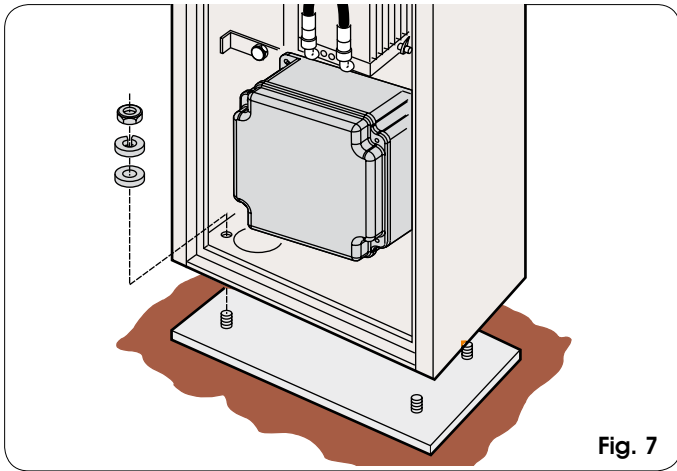

Fig. 7
- 1) Fije el montante a la placa de cimentación con las cuatro tuercas suministradas en dotación (fig.7) y compruebe la configuración de la barrera como se muestra en la figura 6. Considere que la portezuela del montante normalmente ha de estar dirigida hacia el interior de la propiedad.